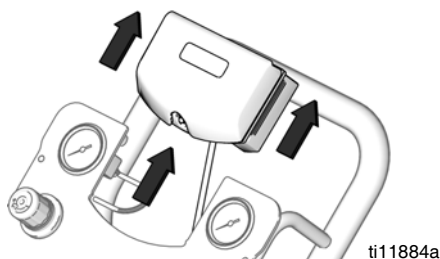

FIG. 11. Avlägsna DataTrak
3. Ta bort DataTrak-modulen från fästet. Se FIG. 11. Ta med dig modulen och den anslutna kabel till en säker plats.